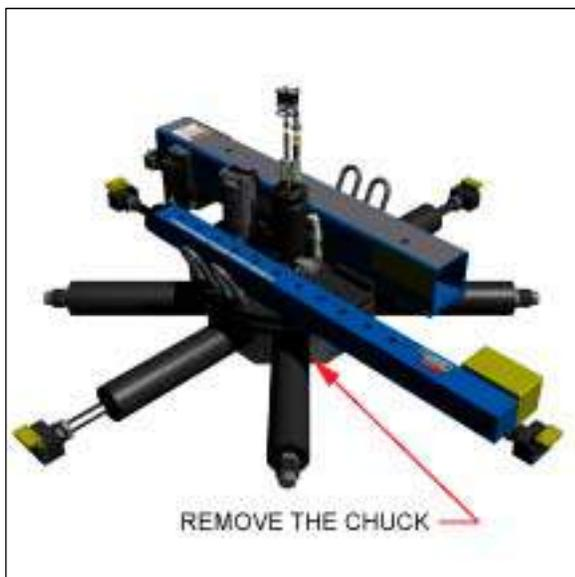

Figura 15. Retire el portabrocas
1. Retire el portabrocas de la parte inferior de la FF7200, según se muestra en Figura 15.